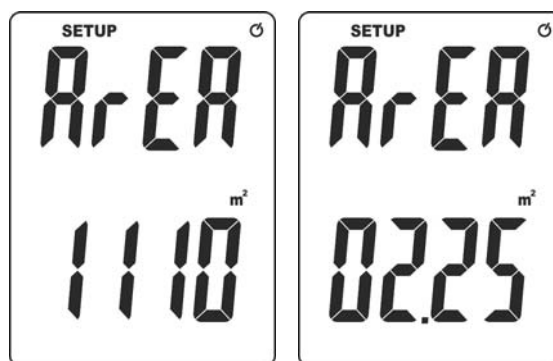

Fig. 4: Configuración valor área del conducto
5. Pulse la tecla **ENT** para confirmar. La pantalla de Fig. 4 – parte izquierda se muestra en el visualizador
7. Pulse las teclas **▲UNIT** o **UNIT▼** para configurar el valor del área del conducto en rango: **0.001 ÷ 9999** procediendo de derecha a izquierda y pulsando la tecla **ENT** para confirmar cualquier dígito (ver Fig. 4 – parte derecha) relativa por ejemplo a un conducto cuadrado de lado 1.5m x1.5m)